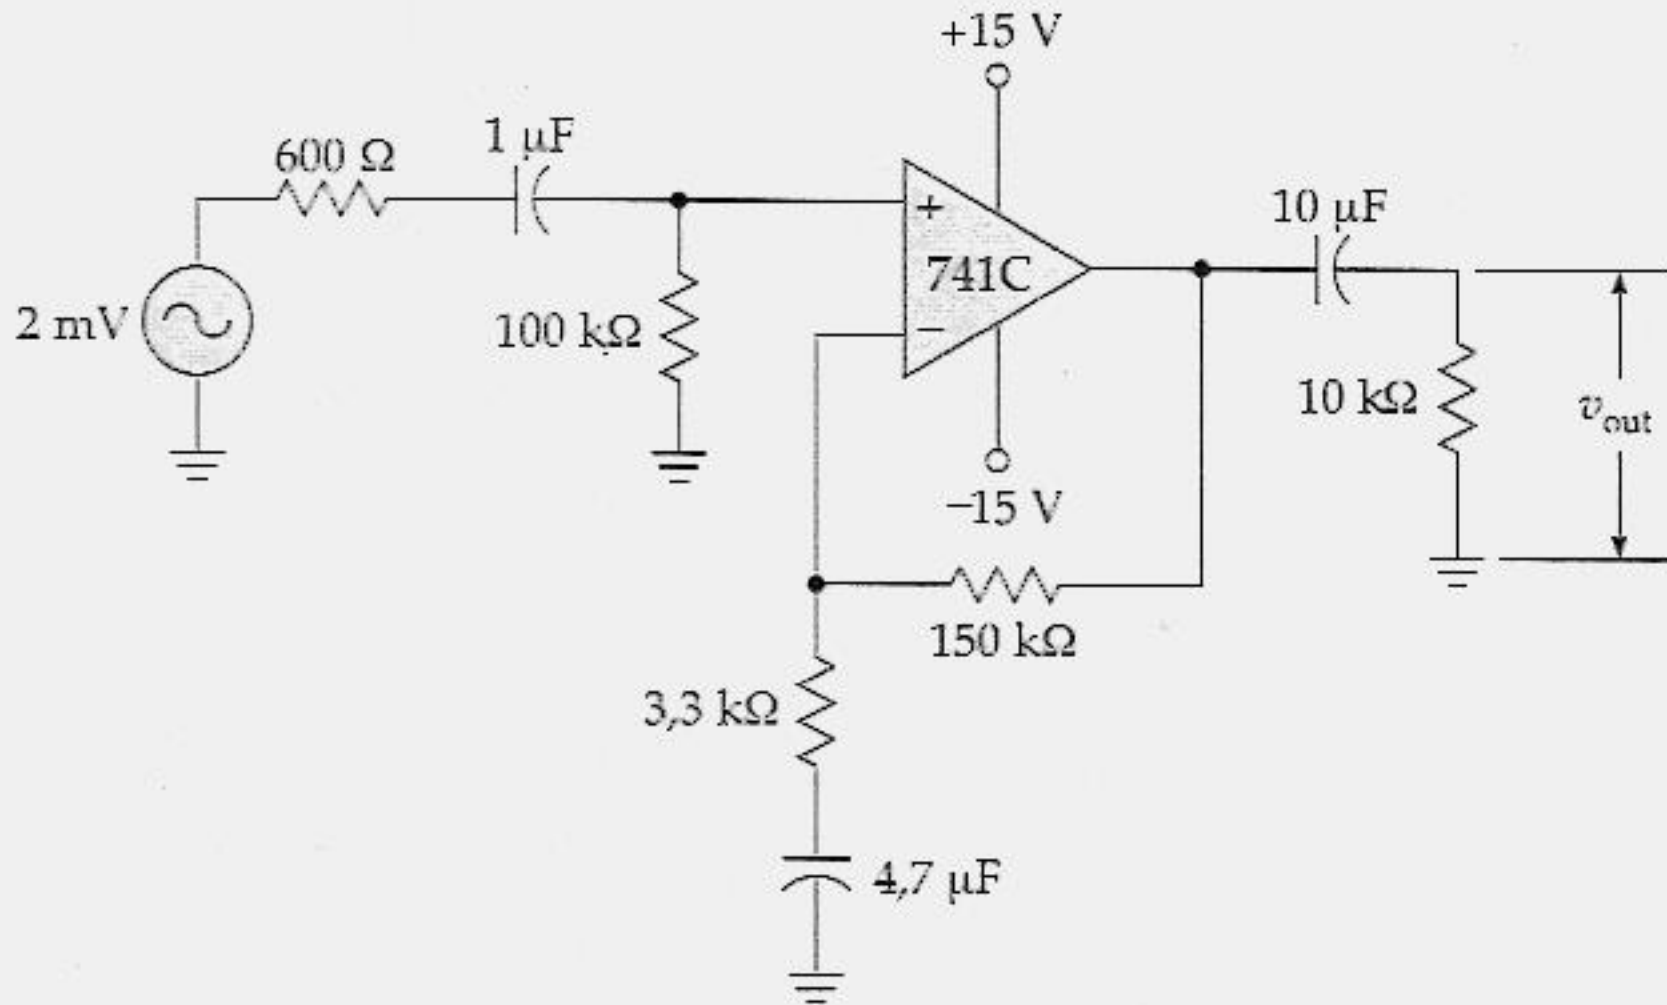

Figura 20.37
- 20.1 Qual a tensão de saída na banda média do circuito da Figura 20.37? Qual a frequência crítica superior de malha fechada? E as três frequências críticas inferiores?
- 20.3 O resistor da Figura 20.37 tem uma tolerância de $\pm 5\%$. Qual a tensão de saída na banda média do circuito da Figura 20.37?